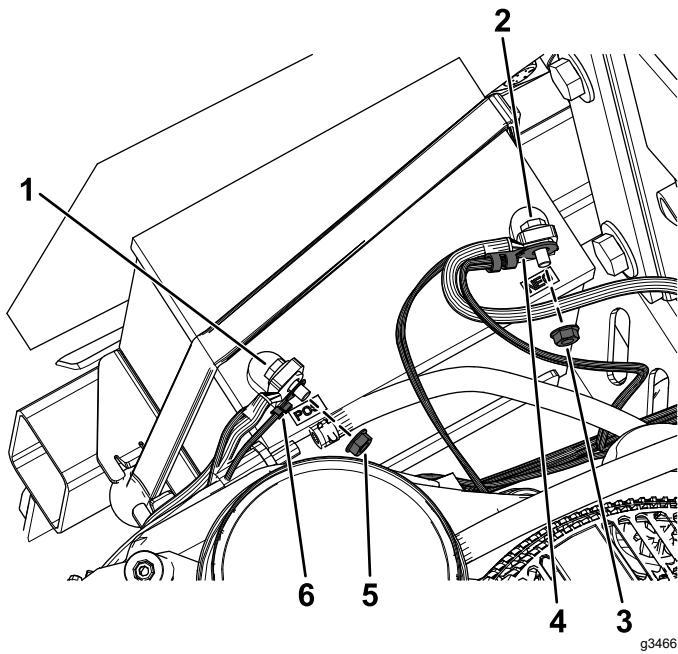

Figure 18
5. Retirez l'écrou de la borne positive de la batterie et placez la bague de la borne positive du faisceau du kit sur le boulon (Figure 18).
6. Fixez la bague de la borne positive à l'aide de l'écrou retiré précédemment (Figure 18).
8. Retirez l'écrou de la borne négative de la batterie et placez la bague de la borne négative du faisceau du kit sur le boulon (Figure 18).
9. Fixez la bague de la borne négative à l'aide de l'écrou retiré précédemment (Figure 18).